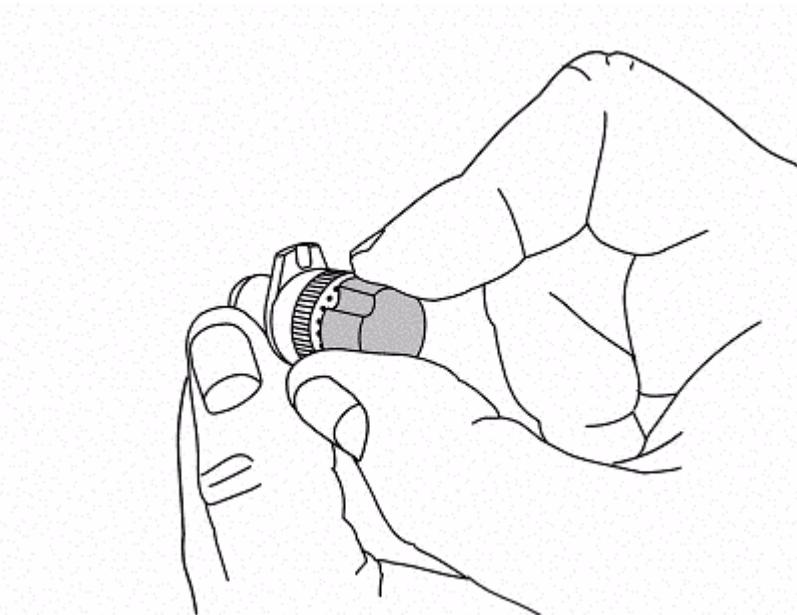

Figure B-3. Réglage de la profondeur de coupe
**Etape 2 :** Pour régler la profondeur de coupe, maintenez le porte-styilet comme illustré ci-dessous : (Figure B-3)